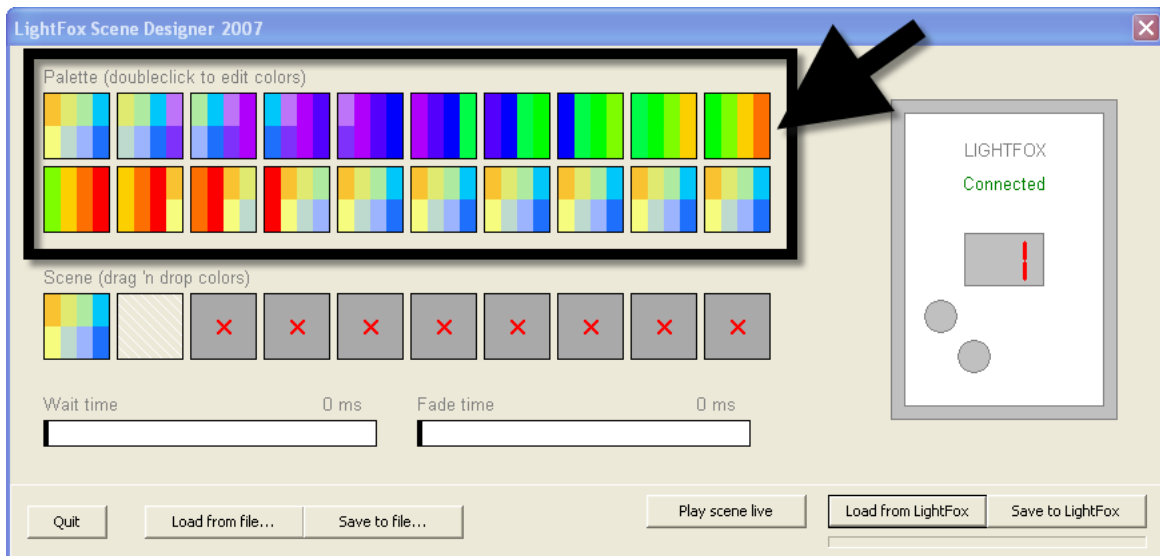

Figura 12: Programación de un programa
seleccionan colores diferentes para diferentes grupos, el recuadro mostrará estos colores en segmentos tal y como muestra la Figura 12 de la página 17.
3. Observar la Figura 12. Los 20 recuadros de la paleta (marcados con una flecha) que aparecen en la parte superior de la pantalla del Design Fox muestran las 20 paletas almacenadas en la memoria del Light Fox.